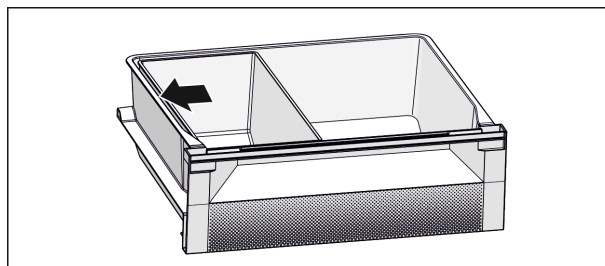

Fig. 6
- ▶ Vložte misku Fish & Seafood. Podle zobrazené polohy získáte optimální chladicí funkci (viz Fig. 6).